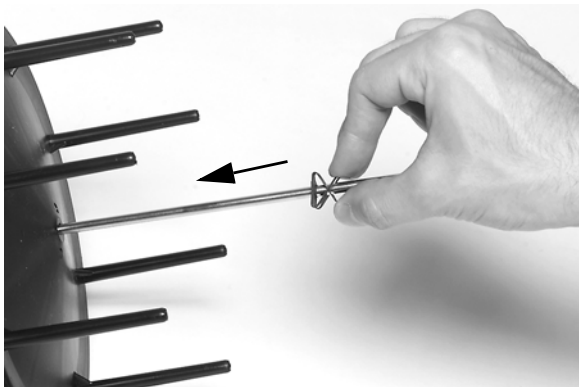

Fig. 17. Installation de l'attache à ressort.
2. Fixer l'extrémité fermée au tambour avec une attache à ressort. Voir la figure 17. Presser légèrement les bouts du ressort pour l'installer.